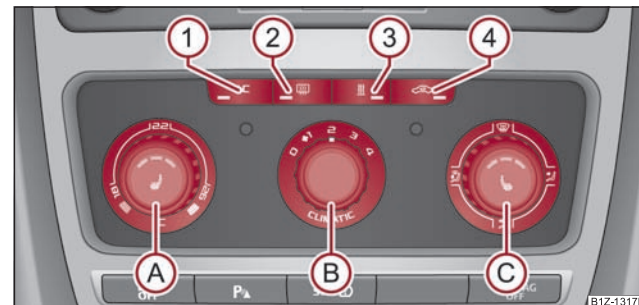

Fig. 140 Climatic: Elementos de mando
La refrigeración funciona sólo si se pulsa la tecla  ⇒ página 115, fig. 140  y se cumplen las siguientes condiciones:
- Gire el regulador giratorio (A) ⇒ fig. 140 hacia la derecha para aumentar la temperatura.
- Gire el regulador giratorio (A) hacia la izquierda para bajar la temperatura.
- Pulsar la tecla  ① ⇒ página 115, fig. 140. En la tecla se encenderá el testigo de control.
- Pulse la tecla (4) ⇒ página 115, fig. 140, en la tecla se encenderá el testigo.
Si el regulador distribuidor de aire (C) se encuentra en la posición ⇒ página 115, fig. 140, el servicio de aire circulante se desconectará automáticamente. Pulsando repetidamente la tecla , usted puede conectar de nuevo el servicio de aire circulante también en esta posición.